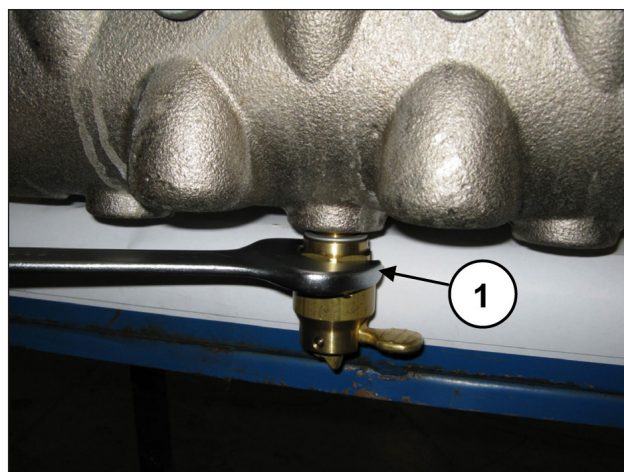

图 105
拧松阀门打开装置· 可使用30毫米的扳手(位置①, 图 105)。